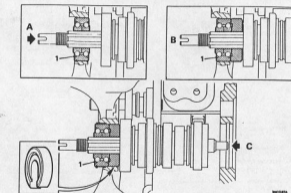

Abb. F.16
31. Beim Ausbau des Abtriebswellenlagers Vorgänge 'A', 'B' und 'C' in Abb. F.16 beachten.